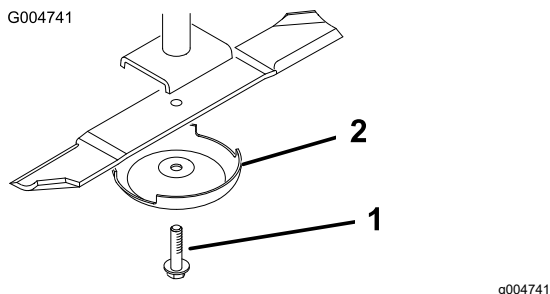

Figura 90
3. Retire del eje de la cuchilla el perno de la cuchilla, el protector de césped y la cuchilla (Figura 90).